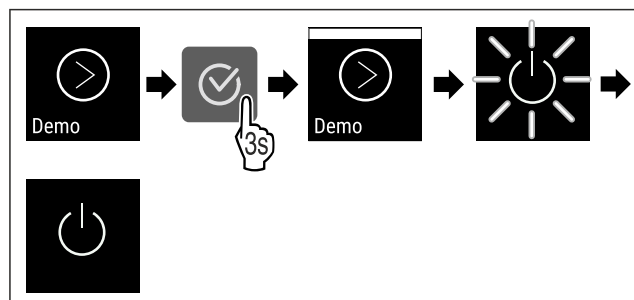

Fig. 99
- ▶ Eseguire i passi (vedere Fig. 99) .